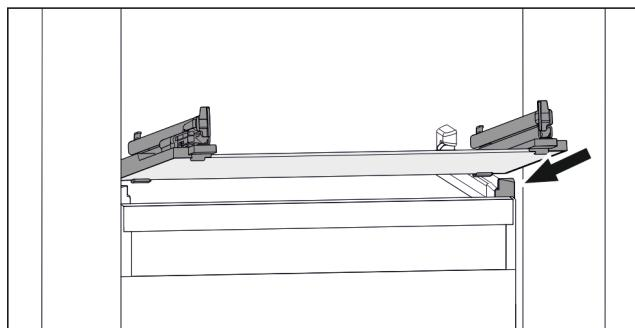

Fig. 53 Примерное отображение стеклянной пластины
- Наклоняя вниз, установите стеклянную пластину за стопоры. (см. Fig. 53)